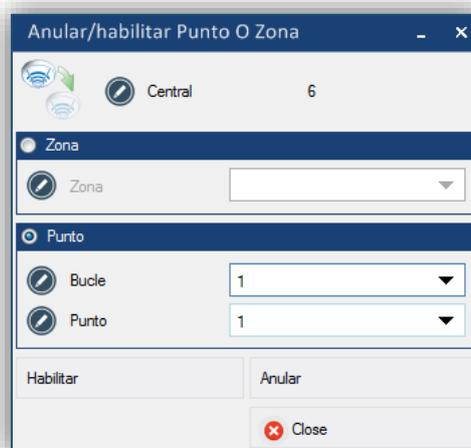

Figura 58. Menú para habilitar o anular zonas y puntos.
- El menú que se muestra en la Figura 58 permite habilitar/anular zonas o puntos individualmente. Para entrar, pulsar el botón **Habilitar/Anular** .